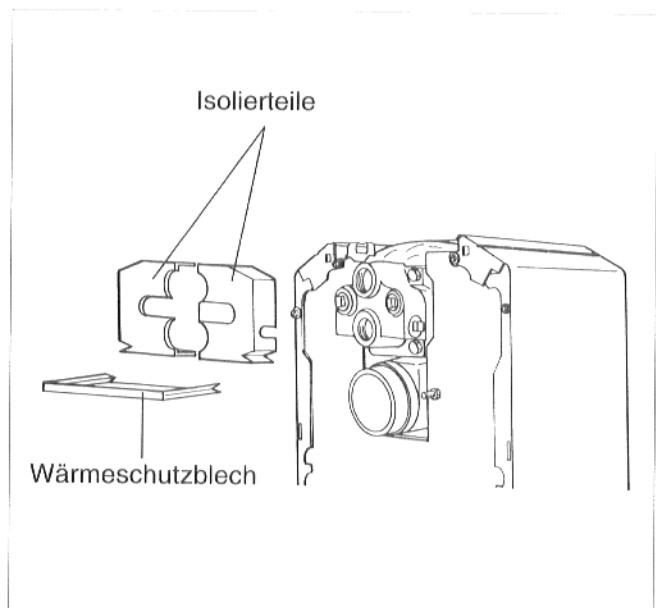

Abb. 36
- Isolierelemente von hinten links und rechts auf das Anschlußformstück aufschieben (Abb. 36).
- Wärmeschutzblech von hinten in die Schwalbenschwanzführung der Isolierteile einschieben (Abb. 36).